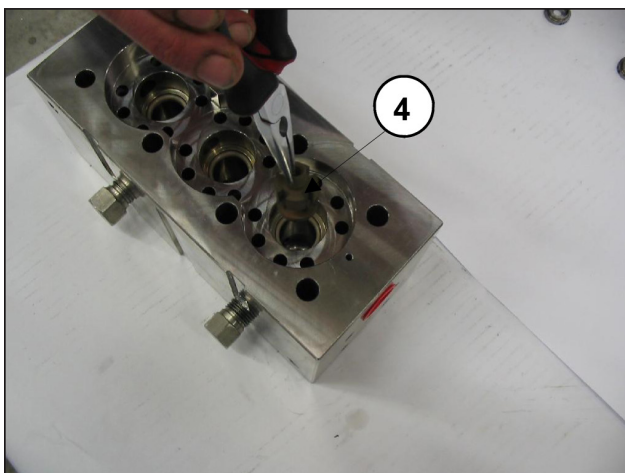
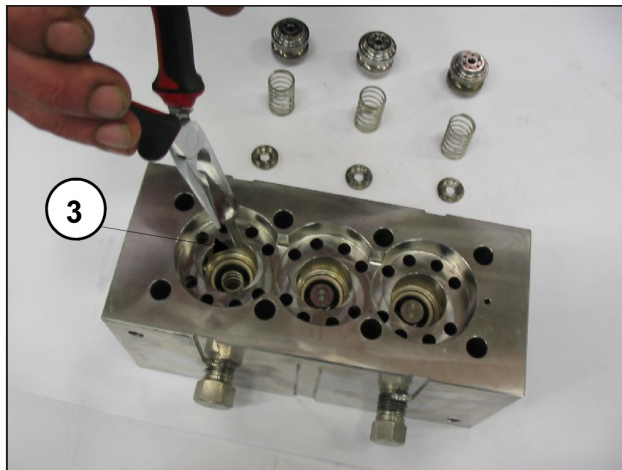

图 26
图 27
- 抽出输送板③及各自的导块④和相应弹簧，如图图 26和图 27所示，并检查它们的磨损状况，如有必要则进行更换，不过也须按照《使用和保养手册》第11章的“预防性保养”表中标出的时间间隔进行更换。